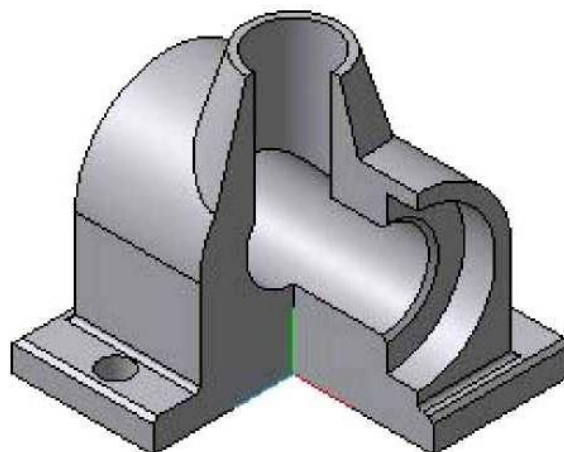

Рис. 7.33
16. Вырез четверти модели создаем при помощи команды  **Сечение по эс-кизу**. Результат работы представлен на рис. 7.33. Способ отображения - полутоновое каркасом.